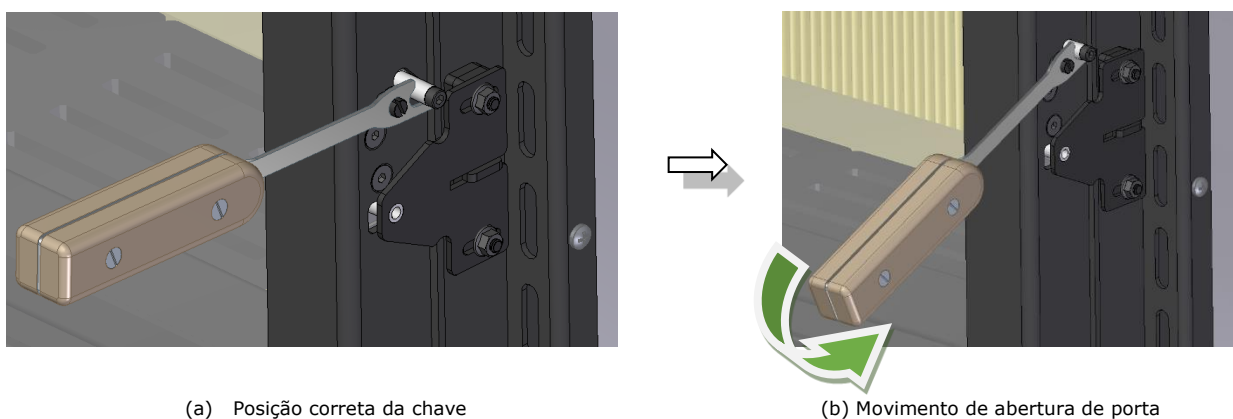

Figura 19 – Abrir e fechar a porta do recuperador
- a) Colocar a chave na posição correta, ver Figura 19 (a).
- b) Movimento de abertura de porta, ver Figura 19 (b).